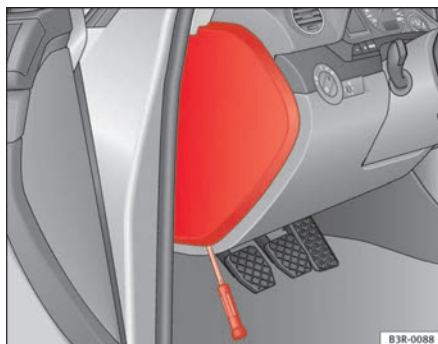

Fig. 185 Lato sinistro della plancia portastrumenti: copertura della scatola dei fusibili
- Rimuovere la copertura usando un cacciavite ⇒ **fig. 185**.